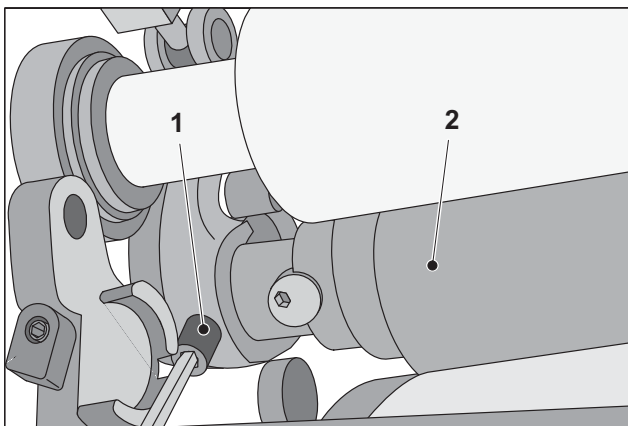

図 45 第3インキ着けローラ(赤)の取り外し
16. 駆動側と操作側のローラロック(図45/1)を開きます。それぞれ半回転回せば充分です。
17. **赤のインキ着けローラ(図45/2)**をジャーナルボックスから取り出します。